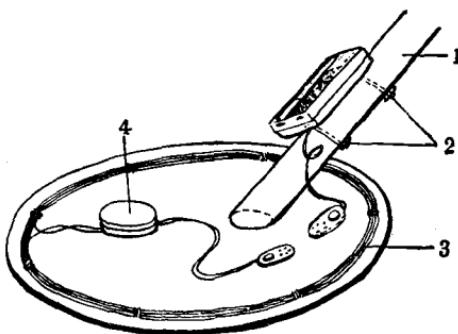

图 7
3.3 毫米的小孔，然后用两个 M3 长螺钉，先从后盖板穿出来，再穿过木柄，上紧螺帽（参照图 7）。